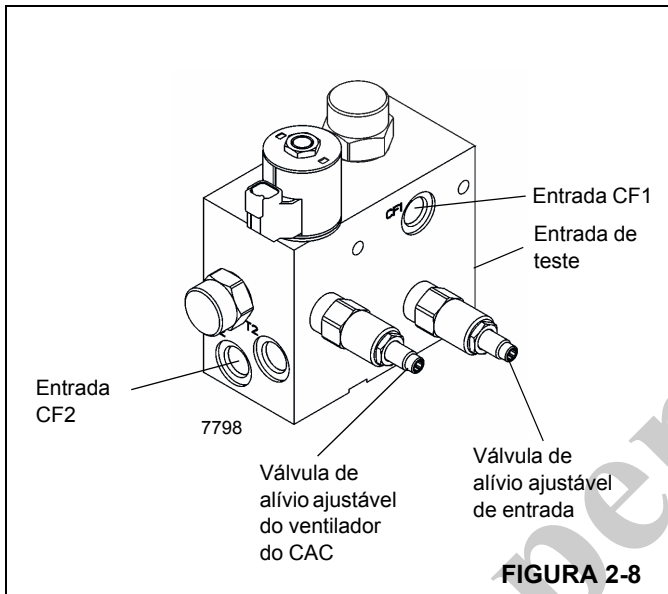

FIGURA 2-8
1. Com o motor desligado, desconecte a mangueira do orifício "CF1" na válvula de suprimento de carga do freio/motor do ventilador do CAC (Figura 2-8); tampe e coloque bujão em todas as aberturas.
- Com o motor desligado, desconecte a mangueira na entrada "CF2" na válvula de suprimento de carga do freio/motor do ventilador do CAC (Figura 2-8); tampe e coloque bujão em todas as aberturas.